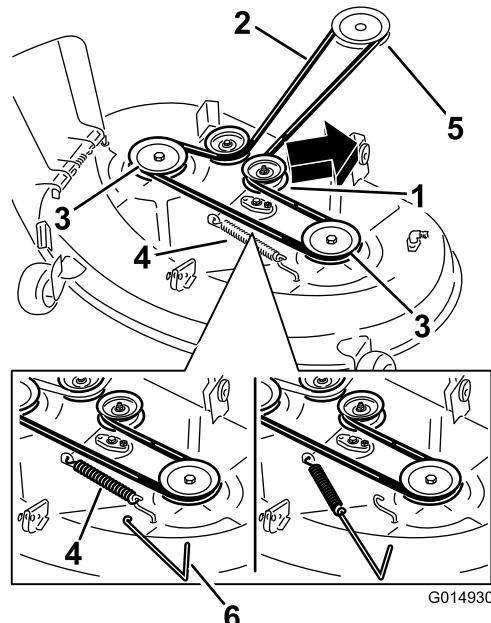
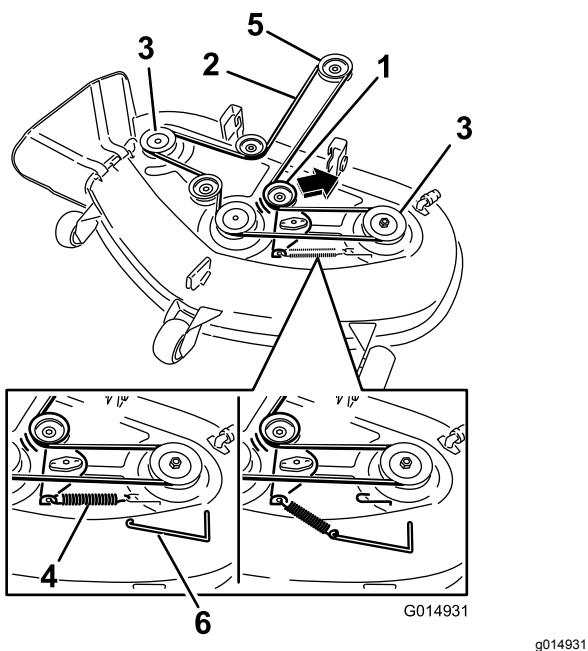

Figura 57
Figura 58
6. Utilizzando un attrezzo per la rimozione delle molle (n. cat. Toro 92-5771), rimuovete la molla del tendicinghia dal gancio del piatto di taglio per eliminare la tensione sulla puleggia tendicinghia e fate scorrere via la cinghia dalle pulegge (Figura 57 e Figura 58).
7. Montate la nuova cinghia attorno alla puleggia del motore e a quelle del tosaerba (Figura 58).
8. Servendovi di un attrezzo per la rimozione delle molle, agganciate la molla di rinvio al gancio del piatto di taglio per mettere in tensione la puleggia tendicinghia e la cinghia (Figura 57 e Figura 58).